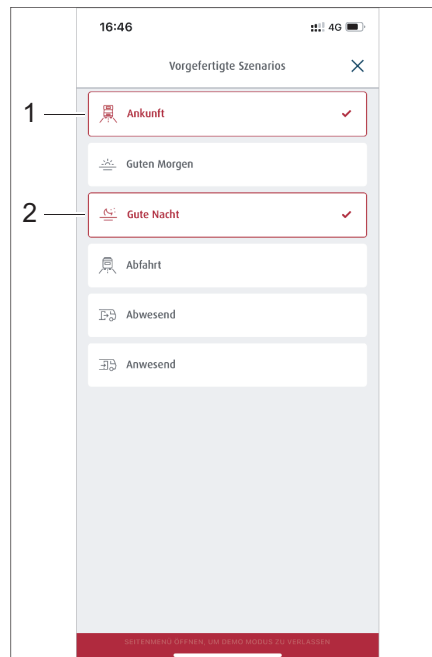

Bild 304 Auswahl vorgefertigter Szenarios
- Auf die Schaltfläche der gewünschten Szenarios tippen, z. B. *Ankunft* (Bild 304,1) und *Gute Nacht* (Bild 304,2).